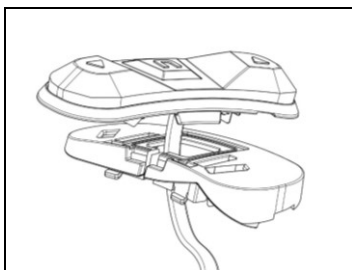

Fig. 18
- Repositionnez le revêtement en plastique de la joue, en le plaçant derrière les deux crochets de retenue (Fig. 18).
- Insérez le support spécifique du casque sur le câble du clavier (Fig. 18).